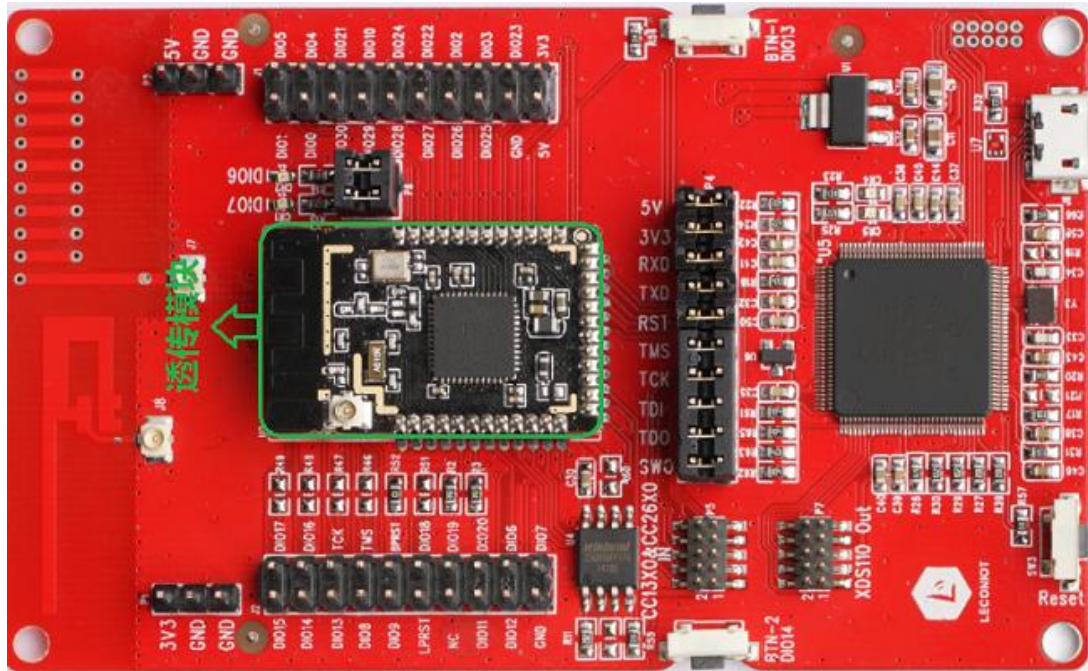

图 5 搭载透传模块的 CC13X0/CC26X0 Evaluation Board
- 步骤 1：将透传模块搭载到 CC13X0/CC26X0 Evaluation Board 上，如图 5 所示。